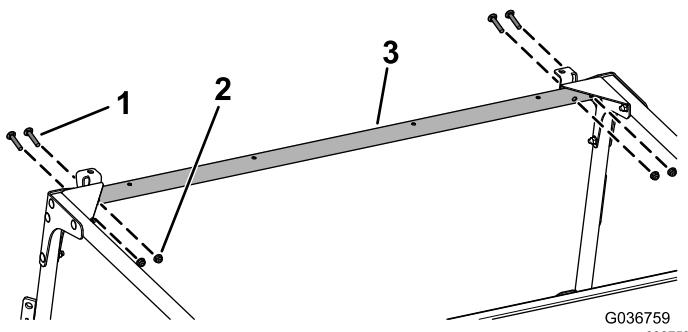

Figura 30
9. Montate, senza serrarlo, il collegamento trasversale anteriore sulle staffe di montaggio e sui rinforzi degli angoli anteriori utilizzando 4 bulloni a testa tonda (5/16 x 1 3/4") e 4 dadi flangiati (5/16") come illustrato nella Figura 30.